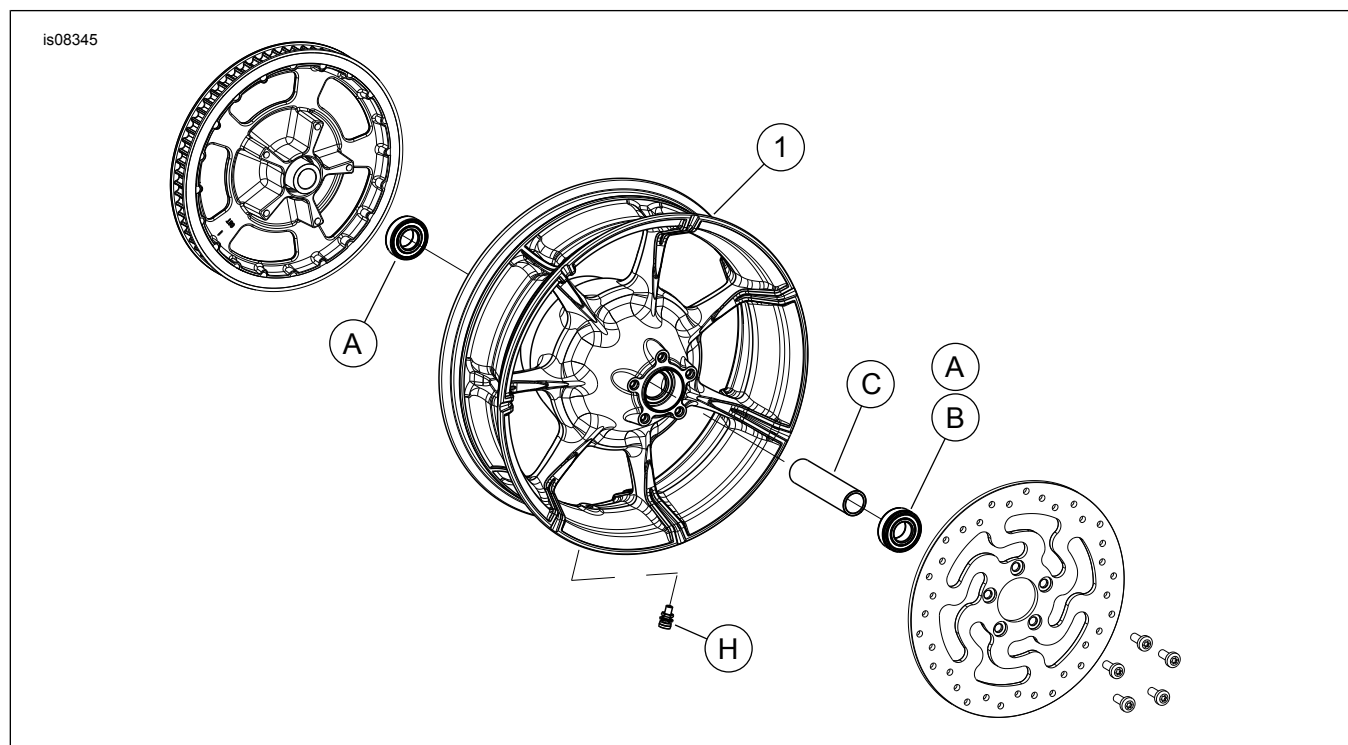

Figura 1. Parti di ricambio: Ruote posteriori Slicer
Vedere Figura 1 e le tabelle delle parti di ricambio.
2. Vedere Figura 1. Installare il gruppo dello stelo della valvola (H) sulla ruota. Vedere il manuale di manutenzione.